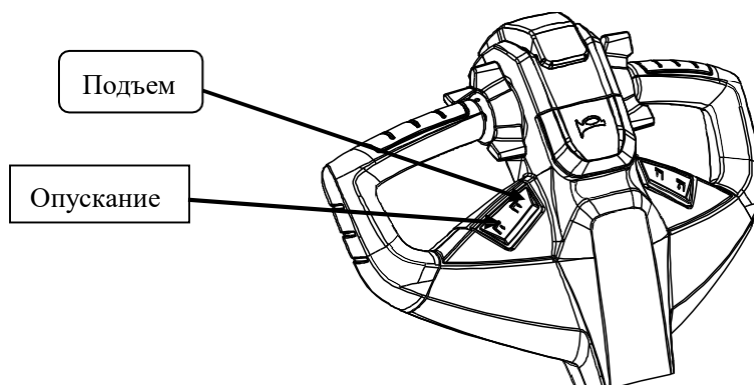

Рис. 1
- Нажмите на кнопку подъема вил (см. рисунок 1).